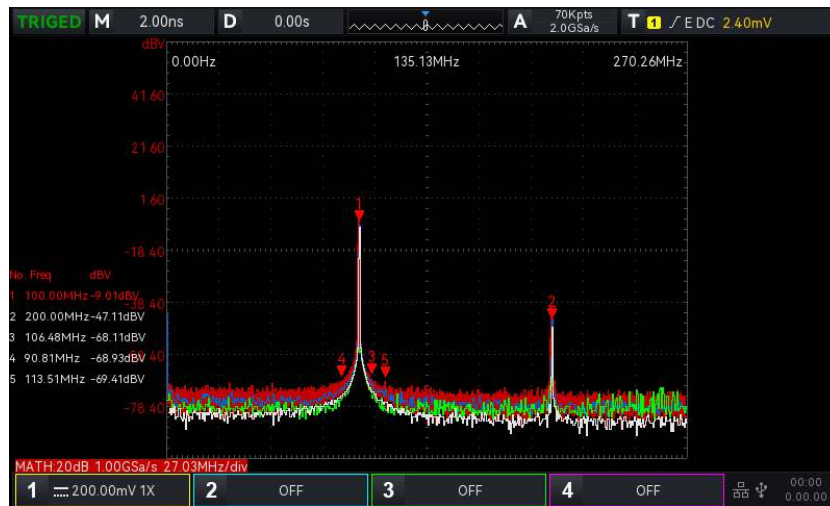

Abbildung 17-2
- c. Unabhängig: Zeigen nur die FFT-Wellenform und die Koordinate an. Anzeige der FFT-Wellenform in 10 Rastern, wie in Abbildung 17-2 gezeigt.